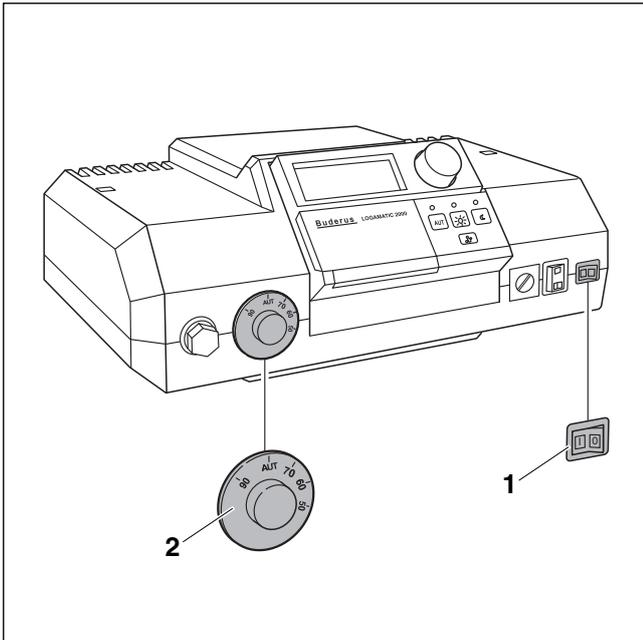
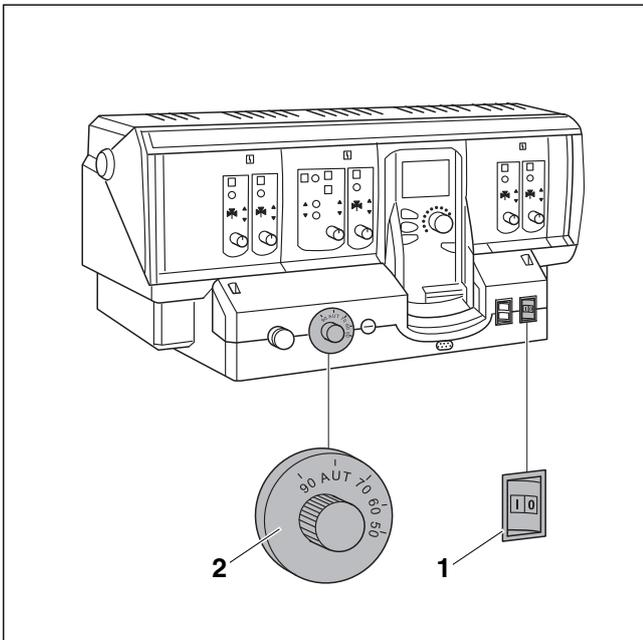

Рис. 24 Система управления Logamatic 2000
Рис. 25 Система управления Logamatic 4000
- ▶ Установить пусковой выключатель (→ рис. 24, [1] или рис. 25, [1] в положение "I" (ВКЛ).
- ▶ Регулятор температуры котловой воды (→ рис. 24, [2] или рис. 25, [2]) установить на "АУТ". При регулировании с поддержанием постоянной температуры установить нужное значение (минимум 65 °С).